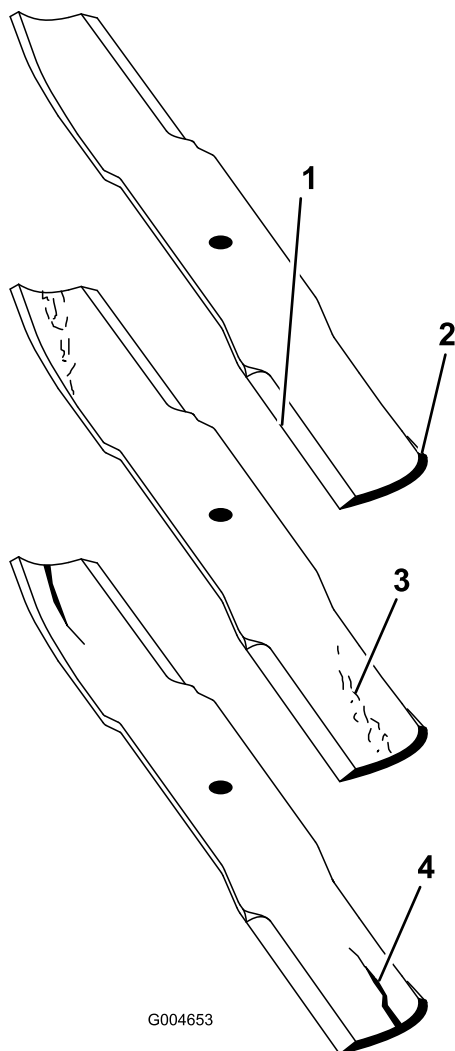

Bild 86
2. Prüfen Sie die Schnittkanten des Messers sorgfältig, insbesondere dort, wo die geraden Flächen die gebogenen berühren (Bild 86). Da Sand und anderes reibendes Material das Metall abschleifen kann, das die flachen und die gebogenen Teile verbindet, müssen Sie das Messer vor jedem Einsatz des Rasenmähers prüfen. Wenn Sie Abnutzungen (Bild 86) feststellen, sollten Sie das Messer auswechseln.